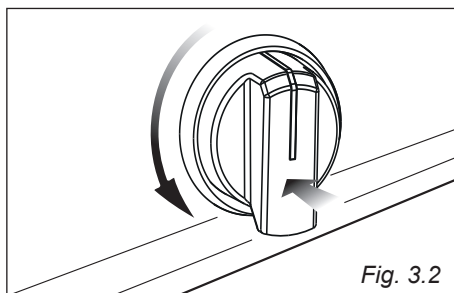

Fig. 3.2
- Aprire il fissacavo svitando la vite "F" (fig. 3.2), svitare le viti dei morsetti e togliere il cavo.
1. Ruotare la manopola del rubinetto gas in senso antiorario (fig. 3.2), fino alla portata massima, premerla e mantenere la pressione, si otterrà l'attivazione dell'accensione. In caso di mancanza di corrente elettrica avvicinare una fiamma al bruciatore.